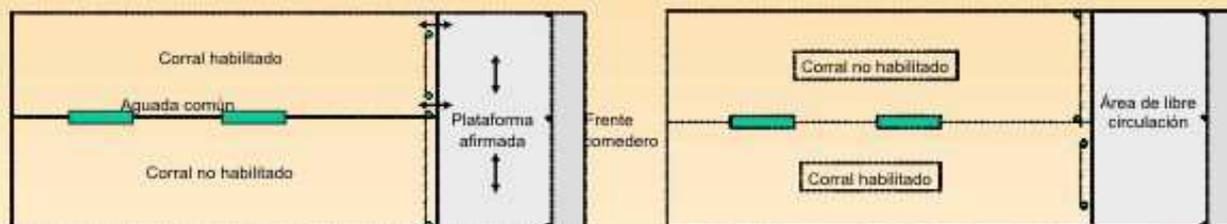

Figura 2. Corral dividido, con frente común de alimentación.
- Una alternativa consiste en dividir los corrales para rotarlos en la medida que se deterioran. Para reducir costos se utiliza un mismo frente de comida. Esta medida permite realizar un mantenimiento del sector desocupado (Figura 2)